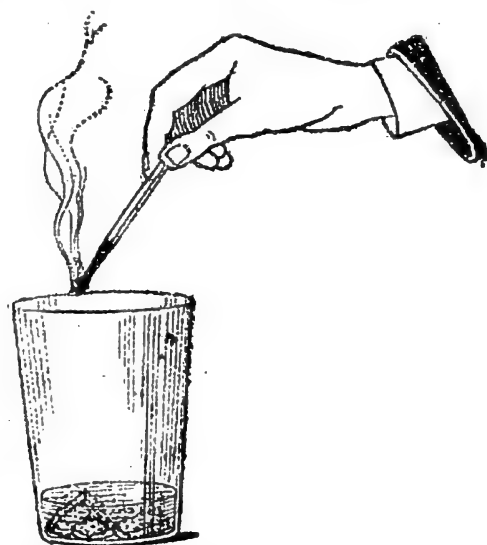

Fig. 5. — Dans le vinaigre, la craie bouillonne; il s'en dégage un gaz qui éteint l'allumette.
**6. La craie et le vinaigre.** — Dans un verre où nous avons mis quelques morceaux de craie, versons un peu de vinaigre fort ou, mieux encore, d'un liquide qu'on nomme « *esprit de sel* » et que vos mamans emploient parfois pour nettoyer la pierre d'évier. Un vif bouillonnement se produit. Une allumette enflammée, approchée de l'orifice du verre, s'éteint aussitôt (*fig. 5*).